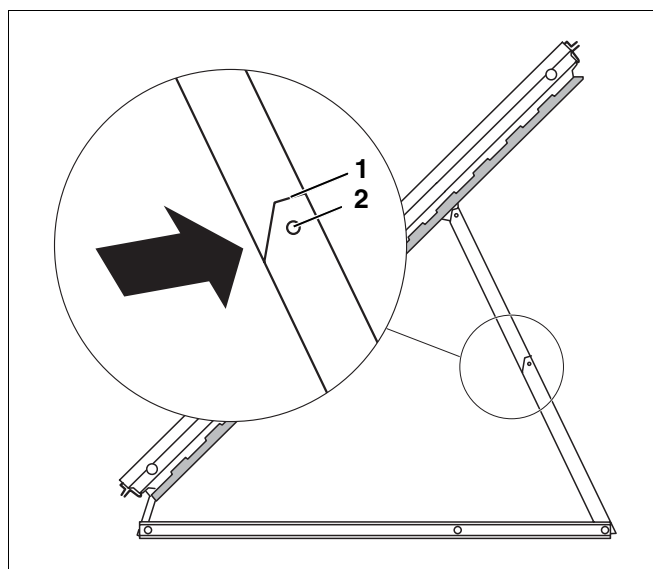

Fig. 15 Encurtar o apoio do colector
Se necessitar de um suporte mais pequeno, terá de encurtar os apoios do colector fornecidos pelas marcas dos suportes previstas para tal (v. pormenor Fig. 15).
- ▶ Encurte o suporte com uma serra para metais pelas marcas (Fig. 15, **Item 1**).
- ▶ Em seguida, coloque a cabeça no furo previsto (Fig. 15, **Item 2**).